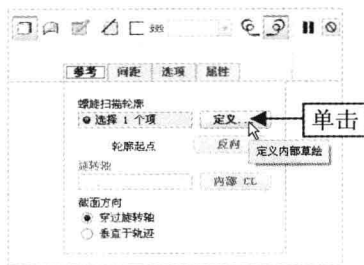

图 16-17 单击“定义”按钮
Step 07 在“功能区”选项板的“模型”选项卡中，单击“形状”面板中“扫描”右侧的下拉按钮，在弹出的下拉列表中选择“螺旋扫描”选项，弹出“螺旋扫描”选项卡，单击“参考”按钮，弹出“参考”下滑面板，单击“定义”按钮，如图 16-17 所示。